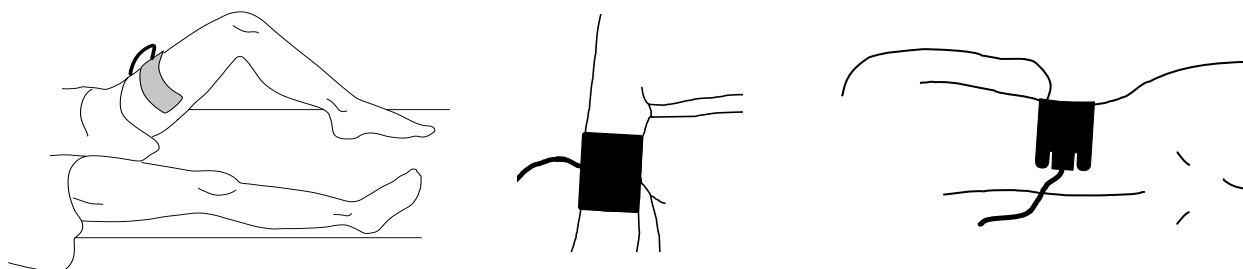

Bild 5. Placering av neutralelektrod
- 4. Förbered patienten för att genomföra operationen och placera neutralelektroden på patienten så nära operationsstället som möjligt.** Välj placering på ett ställe med god vaskularisering och som är lätt att inspektera. För att erhålla optimal vidhäftning, tillse att stället är rent, torrt och utan hårväxt. Bild 5 visar tre möjliga placeringar av neutralelektroden. Alternativet längst till vänster med placering på lårets insida är vanligast för slyngdiatermikonisering (LETZ).